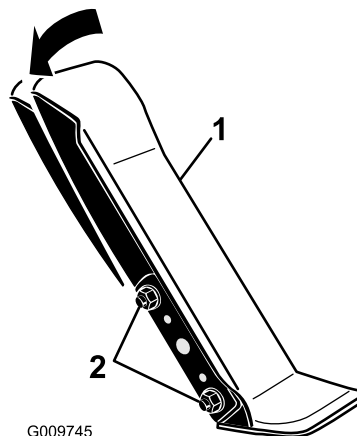

Figura 102
1. Allentare i 2 dadi e bulloni che fissano il lato sinistro del pedale di trazione alla staffa (Figura 102).
2. Inclinate il pedale nell'angolazione desiderata e stringete i dadi (Figura 102).